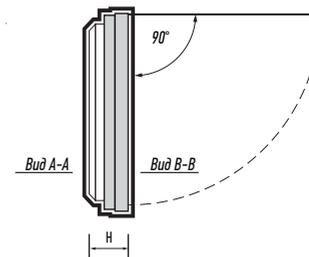

Рис. 2 Установка светильника PBH-PC9
- 8.4 Защелкнуть светильник в монтажную скобу до упора (Рис. 2).